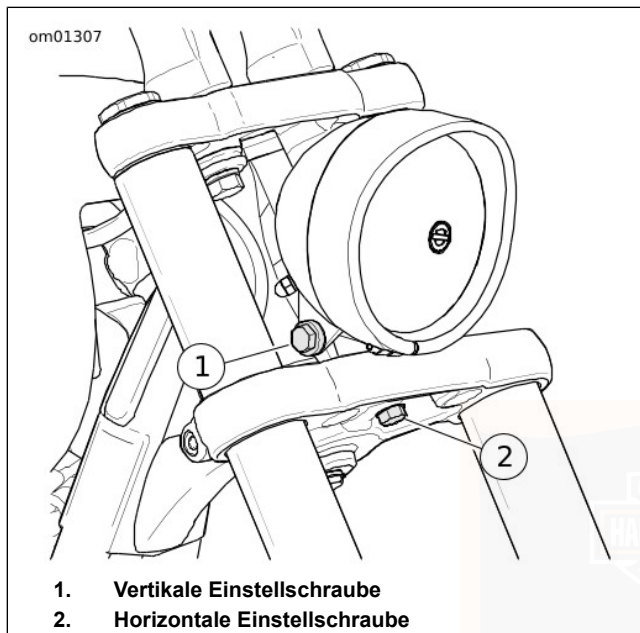

Abbildung 73. Scheinwerfereinstellung
1. Siehe Abbildung 73. Die horizontale Ausrichtung des Scheinwerfers einstellen.
a. Die horizontale Einstellschraube (2) lockern. Den Scheinwerfer horizontal ausrichten, bis der Lichtstrahl gerade nach vorne zeigt.
2. Siehe Abbildung 73. Die vertikale Ausrichtung des Scheinwerfers einstellen.
a. Die vertikale Einstellschraube (1) lockern. Den Scheinwerfer vertikal so weit neigen, bis der Strahl auf der Mitte der horizontalen Linie liegt.
b. Die vertikale Einstellschraube (1) anziehen: